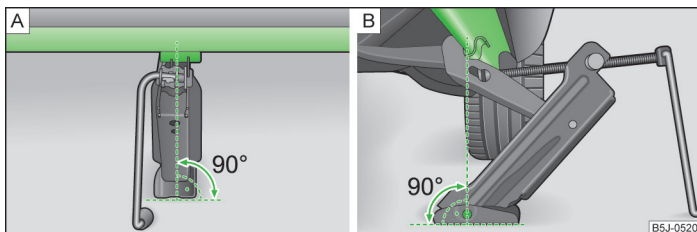

Fig. 171 Utilizzo del martinetto
- Posizionare il martinetto in modo che la staffa di innesto cinga la cresta » fig. 171 - B in basso sotto l'incisione.
- Assicurarsi che la piastra del martinetto poggi su una base dritta con tutta la sua superficie e si trovi in posizione verticale, » fig. 171 in modo che la staffa di innesto cinga la cresta.